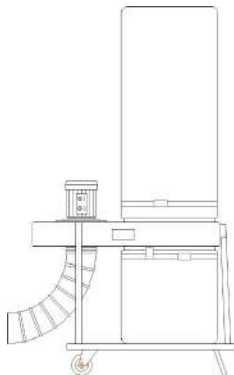

Рис. 1
- УВП-2000 - на основании с двумя колесными опорами, рис.1;